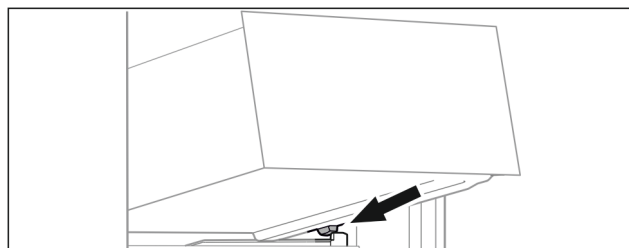

Fig. 121
- Lade schuin achter de stoppers op containerrib plaatsen. (zie Fig. 121)